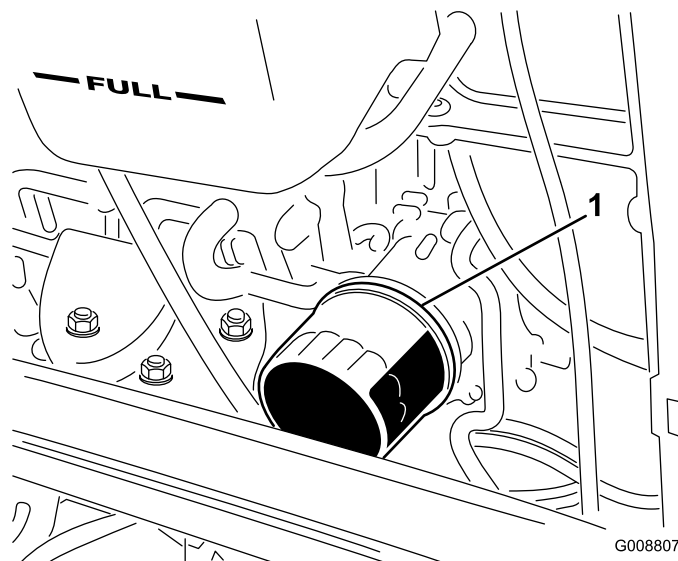

Figure 31
2. Déposez le filtre à huile (Figure 31). Appliquez une fine couche d'huile propre sur le joint du filtre de rechange avant de le visser en place. Ne serrez pas excessivement.